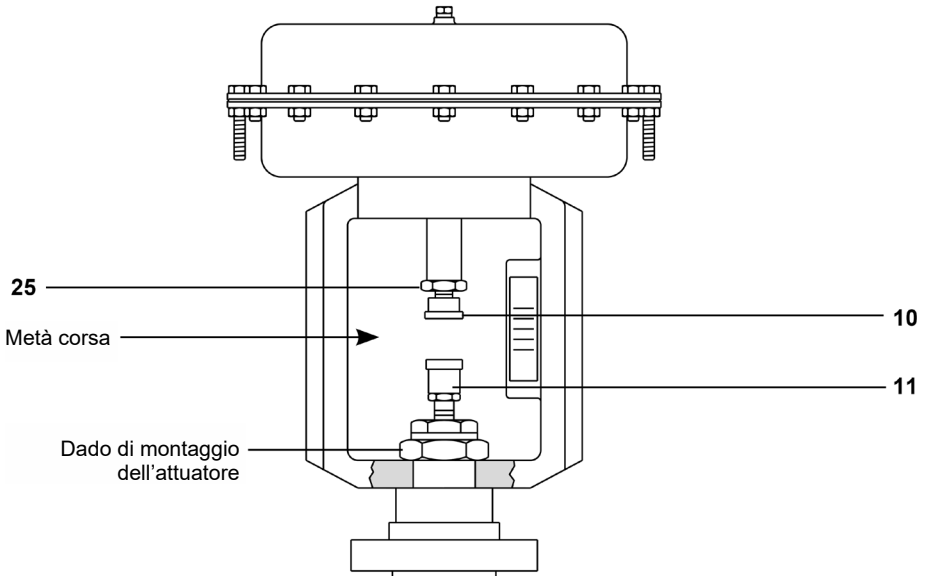

Fig. 9
- Svitare e rimuovere il bullone di montaggio dell'attuatore (rif. Fig. 9) e scollegare l'attuatore dalla valvola.